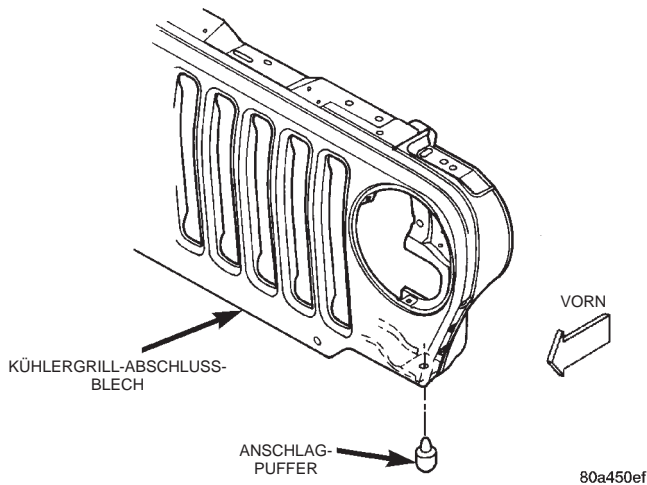

Abb. 1 Anschlagpuffer des Kühlergrills
(1) Kühlergrill-Abschlussblech am Fahrzeug ansetzen. Sicherstellen, dass die Anschlagpuffer korrekt ausgerichtet sind (Abb. 1).
(2) Befestigungsschraube, mit der der Kühlergrill an der Halterung am Rahmen angebracht ist ansetzen und festziehen.
(3) Befestigungsschrauben, mit denen die Kotflügel am Kühlergrill-Abschlussblech befestigt sind ansetzen und festziehen.
(4) Die Kabelbaum-Steckverbinder der Hauptscheinwerfer, Blinkleuchten, seitlichen Begrenzungsleuchten und der Hupe anschließen.
(5) Befestigungsschrauben, mit denen die Haltestangen des Kühlers am Kühlergrill-Abschlussblech befestigt sind ansetzen und festziehen.
(6) Bei Fahrzeugen mit Klimaanlage: